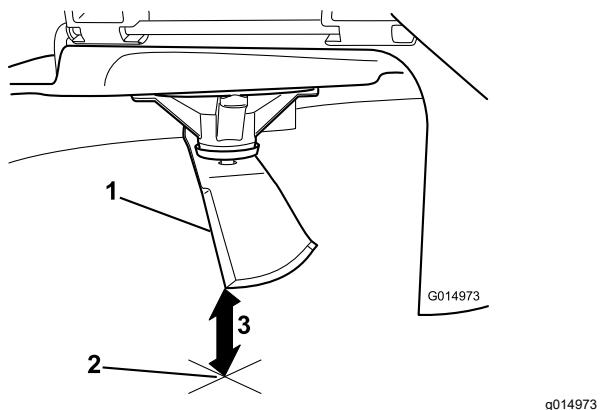

Figure 90
3. Mida desde la punta de la cuchilla hasta la superficie plana (Figure 90).